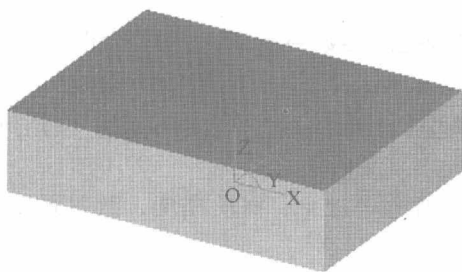

图 1-10
(2) 按 F8 键→单击“拉伸增料”图标→在【深度】栏中输入“20”(如果【拉伸对象】栏中出现“草图未准备好”的提示,可拾取刚绘制的矩形或特征树上的“草图 0”项)→单击【确定】按钮,结果如图 1-10 所示。